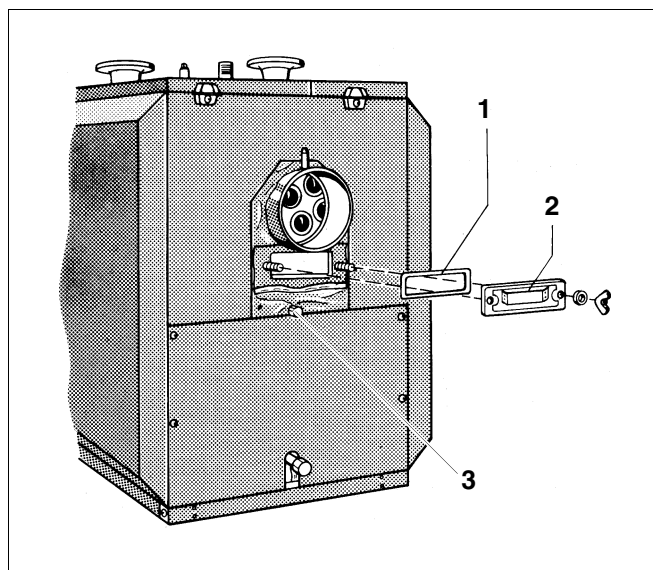

Fig. 24 Orificii de curățare la partea din spate.
- Deșurubați capetele piulițelor de pe capacul de curățare (fig. 24, **poz. 2**).
- Scoateți capacul orificiului de curățare și îndepărtați rugina (fig. 24).
Soluțiile de curățare lichide pot pătrunde pe traseul de curățare în colectorul gazelor de evacuare (fig. 24, **poz. 3**).